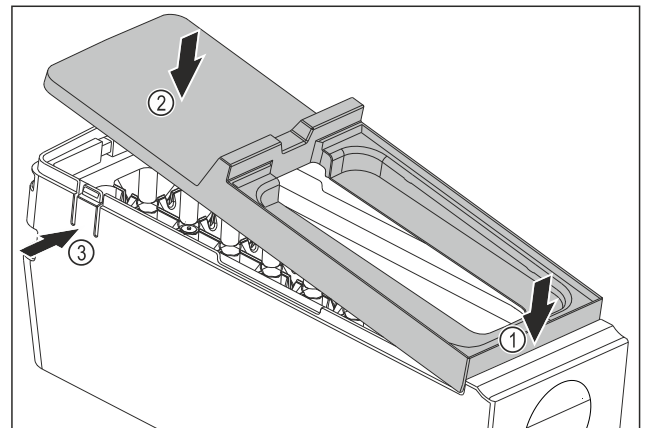

Fig. 86
- Abdeckung des EasyTwist-Ice-Korpus montieren: Abdeckung vorne ansetzen. Fig. 86 (1)
- Abdeckung hinten absenken. Fig. 86 (2)
- ▷ Abdeckung rastet hörbar in beiden Laschen Fig. 86 (3) ein.